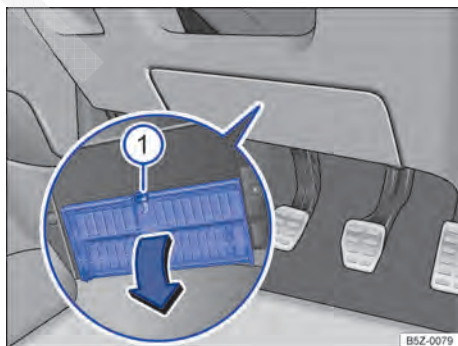

Fig. 168 No lado do condutor embaixo do painel de instrumentos: abrir a cobertura da caixa de fusíveis. ▶
- **Abrir:** pressionar a alavanca de travamento → Fig. 168 ① até que a cobertura se abra.
- **Fechar:** rebater a cobertura no sentido contrário à seta até que ela se trave audivelmente na alavanca de travamento ①.